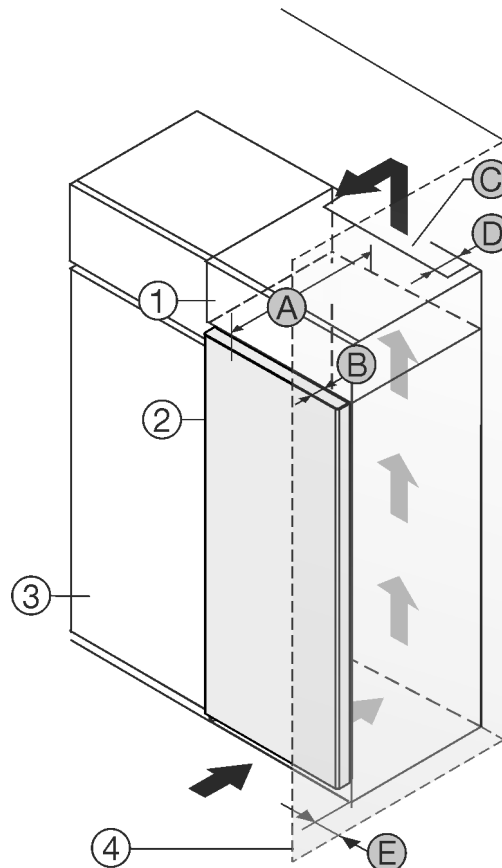

Fig. 1
Sie können das Gerät direkt neben dem Küchenschrank Fig. 1 (3) aufstellen.\*
An der Rückseite des Aufsatzschrankes muss ein Abluftschacht mit der Tiefe Fig. 1 (D) über die gesamte Aufsatzschrankbreite vorhanden sein.\*
Unter der Raumdecke muss der Entlüftungsquerschnitt Fig. 1 (C) eingehalten werden.\*
Wenn Sie das Gerät mit den Scharnieren neben einer Wand Fig. 1 (4) aufstellen, dann muss der Abstand zwischen Gerät und Wand mindestens 13 mm betragen.\*
Wenn Sie das Gerät mit den Scharnieren neben einer Wand Fig. 1 (4) aufstellen, dann muss der Abstand zwischen Gerät und Wand mindestens 20 mm betragen.\*
Damit Sie die Tür vollständig öffnen können, muss das Gerät um die Türtiefe *Fig. 1 (B)* gegenüber der Küchenschrankfront vorstehen. Abhängig von der Tiefe der Küchenschränke *Fig. 1 (3)* und Verwendung von Wandabstandshaltern kann das Gerät weiter herausragen.\*